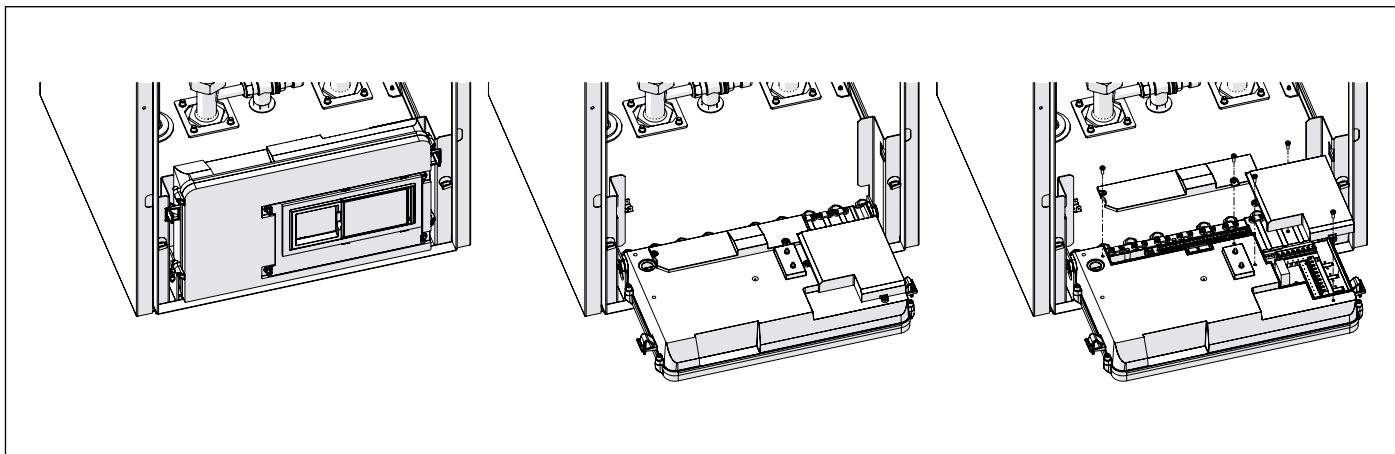

Рис. 29 Блок електрики
- Поверніть блок електрики вперед на 90° (див. Рис. 29 Блок електрики).
- Зніміть дві кришки з зовнішніх електричних з'єднань (А і В), послабивши гвинти, що кріплять їх до блоку електрики (див. Рис. 29 Блок електрики).